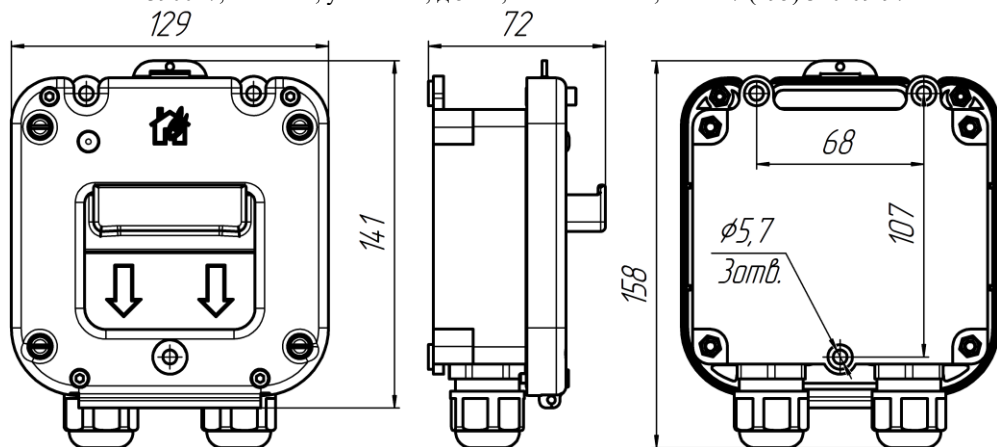

Рис.3. Габаритные размеры извещателя
2.4. Конструктивно извещатель состоит из пластикового корпуса, все части которого выполнены из антистатического пластика с поверхностным сопротивлением не более 10^9 Ом/см² при температуре $(23 \pm 2)^\circ\text{C}$ и относительной влажности $(50 \pm 5)\%$ в соответствии с ГОСТ 31610.0-2019 (IEC 60079-0:2017), основание которого с электронным блоком крепятся на стене помещения. Затем лицевая панель с приводным элементом шурупами крепится к основанию. Корпус извещателя по требованию заказчика может быть оборудован герметичными пластиковыми кабельными вводами для подведения проводников диаметром от 6 до 12мм или от 13 до 18мм, герметичными вводами МКВ (см. таблицу) из нержавеющей стали марки 12Х18Н10Т, предназначенными для различных вариантов прокладки кабеля количеством 2 шт. Элементы конструкции извещателя показаны на рис.1. Габаритные размеры извещателя показаны на рис.3.